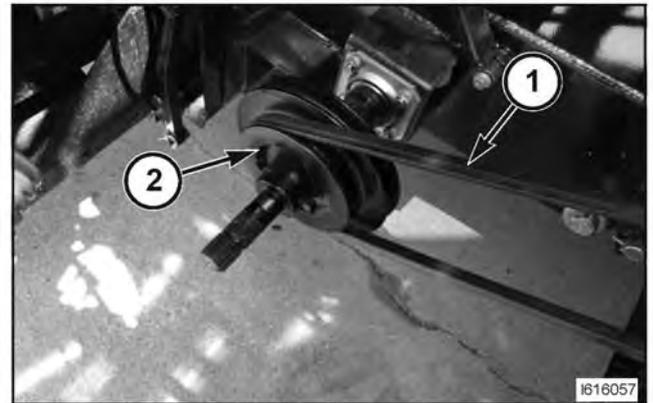

FIG. 60
FIG. 60: cuando se instala un cabezal para cosecha de maíz, colocar la correa de mando del pívot del alado izquierdo (1) sobre la polea grande de la parte trasera del alimentador y sobre la polea más chica (2) de la parte delantera del embocador, como se muestra.